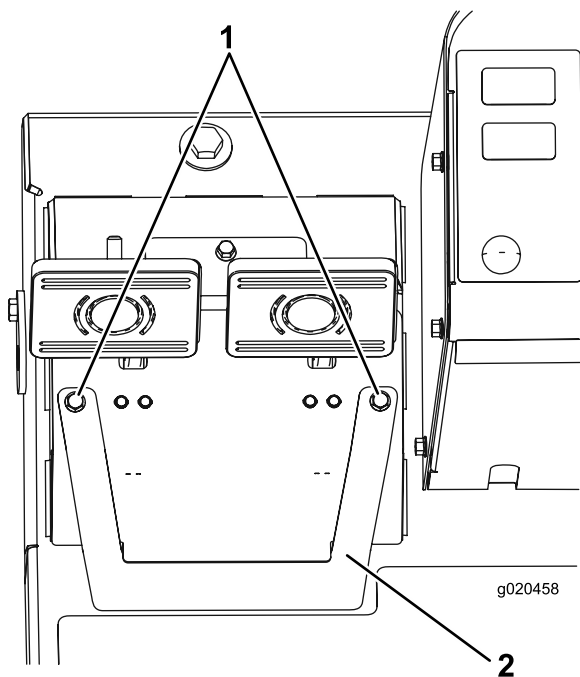

Figura 91
- A. Afloje los 2 tornillos de montaje y retire la tapa de ajuste de los frenos (Figura 91).